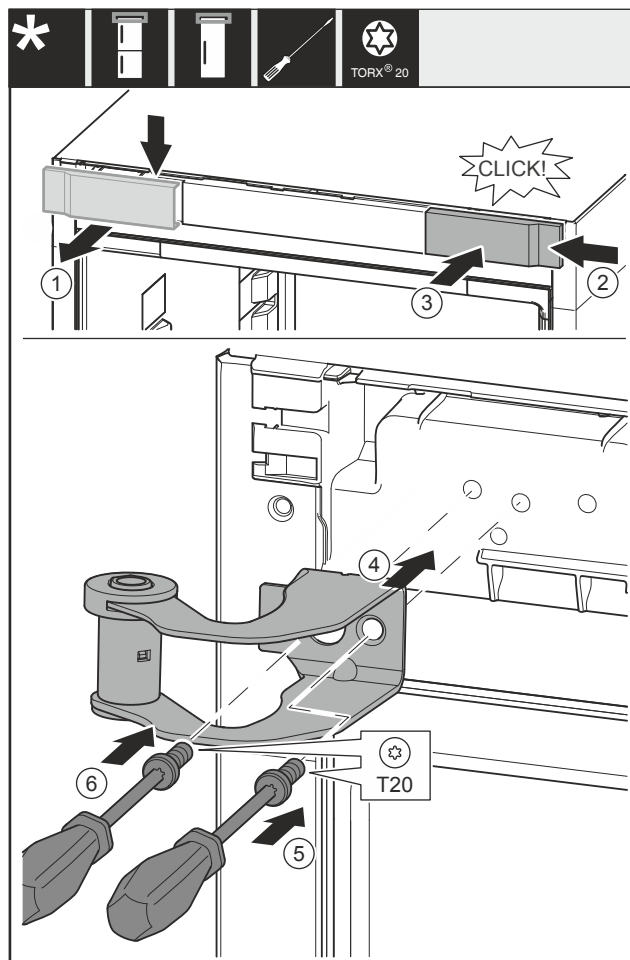

Fig. 18
- ▶ Odeberte kryt Fig. 18 (1) shora dopředu.
- ▶ Kryt Fig. 18 (2) otočený o 180° zavěste na druhé straně zprava.
- ▶ Zaklapněte kryt Fig. 18 (3).
- ▶ Nasad'te horní stojan ložiska Fig. 18 (4).
- ▶ Utáhněte šroub Fig. 18 (5).
- ▶ Utáhněte šroub Fig. 18 (6).